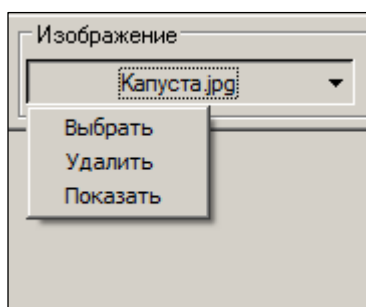

Рисунок 6 – Изображение товара
- **Изображение товара.** Кнопка **Изображение**, расположенная в правой части рабочей области, позволяет загрузить и просмотреть изображение товара (Рисунок 6):
Чтобы добавить изображение, следует нажать **Изображение**→**Выбрать** (см. Рисунок 6) и выбрать соответствующий файл из файловой системы.